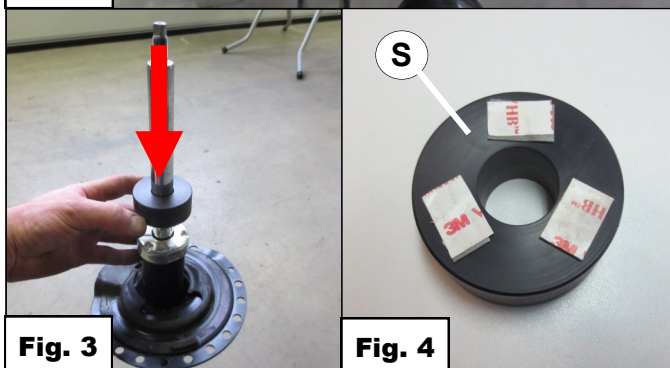

Fig. 3
5. Den mitgelieferten Kunststoffteller **S** oben auf dem Stoßdämpferrohr des vorderen Stoßdämpfers kleben. *Siehe Abb. 3 & 4.*
5. Placez la coupelle jointe en plastique **S** directement au-dessus de la tige de l'amortisseur avant. Voir fig. 3 & 4.